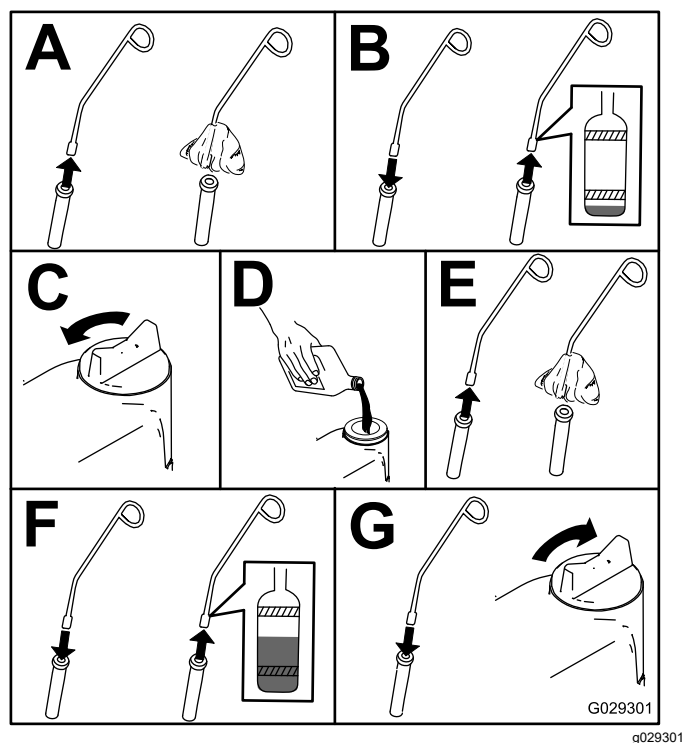

Figure 41
4. Contrôlez le niveau d'huile moteur, comme montré à la Figure 41.